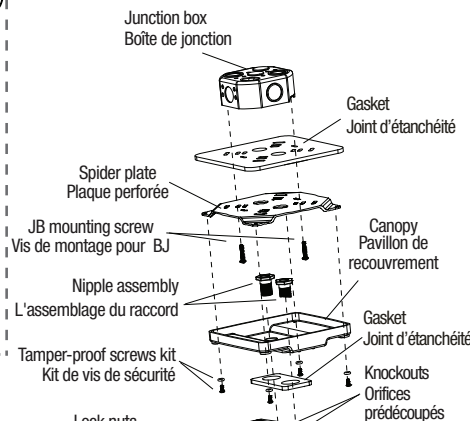

Fig. 2
- 4.b For Ceiling (Fig. 2) or End Mount (Fig. 3) installation only, break through appropriate knockout into the top or side of the housing. Align the gasket with the hole and paste it properly on the housing. Attach the housing with the canopy using the nipple assembly and lock nut(s). Align and paste the second gasket on the spider plate. Route the proper wire through the housing, canopy and spider plate holes.
- 4.b Pour l'installation au plafond (Fig. 2) ou l'extrémité (Fig. 3) seulement, défoncer l'orifice prédécoupé approprié sur le côté supérieur ou latéral du boîtier. Aligner le joint d'étanchéité avec le trou et le coller de façon approprié sur le boîtier. Fixer le boîtier avec le pavillon de recouvrement en utilisant l'assemblage du raccord et les contre-écrous. Aligner et coller le deuxième joint d'étanchéité sur la plaque perforée. Passer les fils électriques par l'orifice du boîtier, du pavillon de recouvrement et de la plaque perforée.
7.a For Ceiling and End mount installation only, attach the canopy with the spider plate using the four tamperproof screws and four o-rings (use the tamperproof bit CR-VT15 provided in the hardware bag). Tighten the lock nuts and the screws enough to compress the gasket to ensure a good sealed joint (Fig. 2 & 3).
7.a Pour installation au plafond ou l'extrémité seulement, fixer le pavillon de recouvrement ensemble avec la plaque perforée en utilisant les quatre vis de sécurité et les quatre anneaux d'étanchéité (utiliser l'embout TORX CR-VT15 fourni dans le sachet de pièces). Serrer les vis suffisamment pour comprimer le joint d'étanchéité pour assurer un joint scellé (Fig.2 et 3).